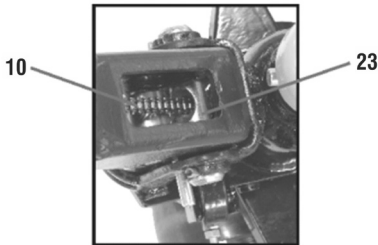

Fig. 3 – Corriente del cable
- b. Pase la corriente (10) del cable por el centro del eje, (fig. 3).